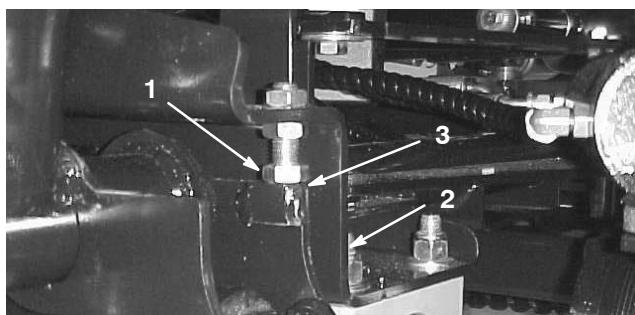

**Bild 10**
- Starten Sie den Motor, heben die Mähwerke an und prüfen, ob der Abstand zwischen jedem Hubarm und dem Bügel auf der Bodenplatte zwischen 5 und 8 mm liegt (Bild 10). Drehen Sie die Anschlagschrauben (Bild 11) zurück und stellen den Zylinder so weit ein, dass sich der richtige Abstand ergibt, wenn der Abstand davon abweicht. Drehen Sie die Klemmmutter am Zylinder zu dessen Einstellung zurück (Bild 12), entfernen den Stift aus dem Stangenende und drehen den Lastbügel. Montieren Sie den Stift und prüfen den Abstand nach. Wiederholen Sie diesen Vorgang nach Bedarf. Ziehen Sie nun die Klemmmutter am Lastbügel fest.